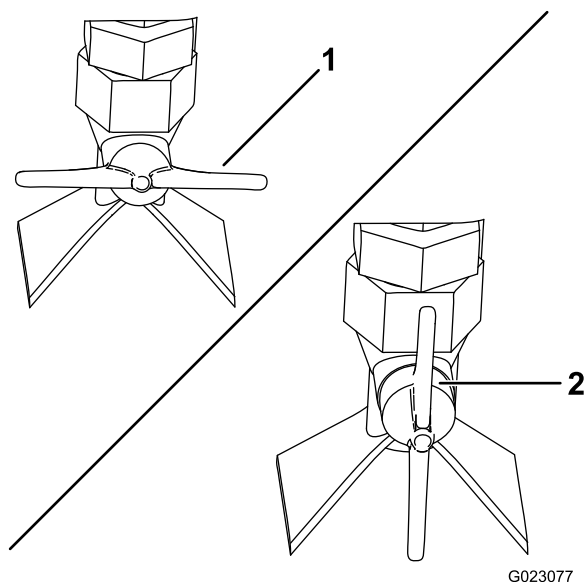

Рисунок 89
- Для получения струи в виде веера поверните клапан распылителя сбоку на сопле в горизонтальное положение (Рисунок 89).
- Для получения струи в виде потока поверните клапан распылителя сбоку на сопле в вертикальное положение (Рисунок 89).